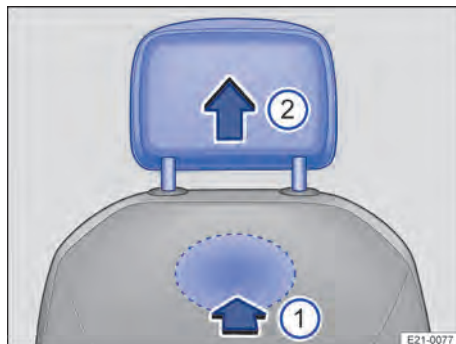

Abb. 81 An der Rückseite der Vordersitze: Kopfstütze ausbauen.
2. Zum Entriegeln der Kopfstütze die Vertiefung an der Rückseite der Sitzlehne im gekennzeichneten Bereich ertasten und in Pfeilrichtung mit dem Finger hineindrücken → Abb. 81 ①.
3. Bei Sitzen mit Ablage in der Sitzlehne muss mithilfe eines länglichen Gegenstands durch das vorhandene Loch im oberen Bereich unter dem Gummiband der Ablage gedrückt werden → ①.
4. Kopfstütze in Pfeilrichtung ganz herausziehen → Abb. 81 ②.